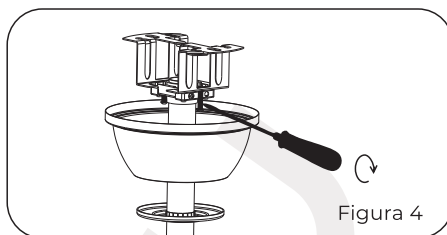

Figura 4
3. Atornille el cabezal colgante y la percha para fijarlos. (Figura 4)